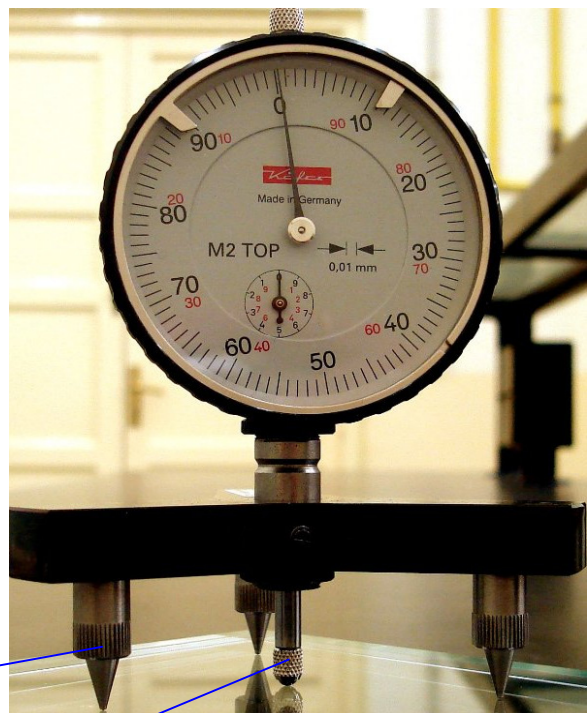

Figura 9: Esferómetro
El aparato dispone de tres puntas fijas que forman un triángulo equilátero de lado a . En el centro del triángulo se encuentra el palpador que es el sensor que mueve las agujas de los relojes y nos indica la distancia entre dicho palpador y el plano definido por las tres puntas fijas. En la Figura 9 como el palpador está sobre el mismo plano que las puntas, observamos que la distancia medida es cero.
- Ajustar el cero del esferómetro. Para ello se coloca el instrumento sobre la superficie cuadrada de vidrio que será nuestro plano de referencia. Ahora giramos la corona de ajuste del cero, hasta que el cero del reloj grande coincida con la aguja (Figura 9). Si no se consigue ajustar, deducir y **anotar su error de cero**.